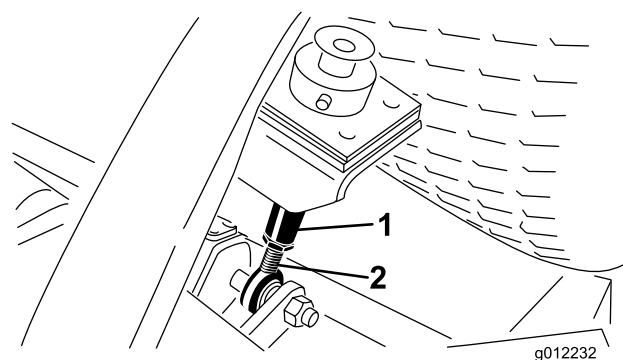

Figura 11
6. Desaperte as porcas de retenção na parte inferior das barras da altura de corte (Figura 11).